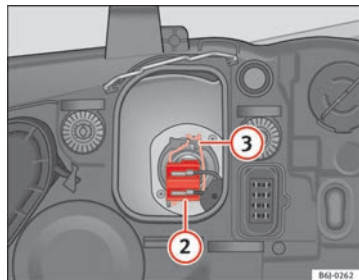

Fig. 154 Luz de cruce
- Extraiga el conector ⇒ fig. 154 (2) de la lámpara.
- Desenganche el resorte retentor ⇒ fig. 154 (3) presionándolo hacia dentro y a la derecha.